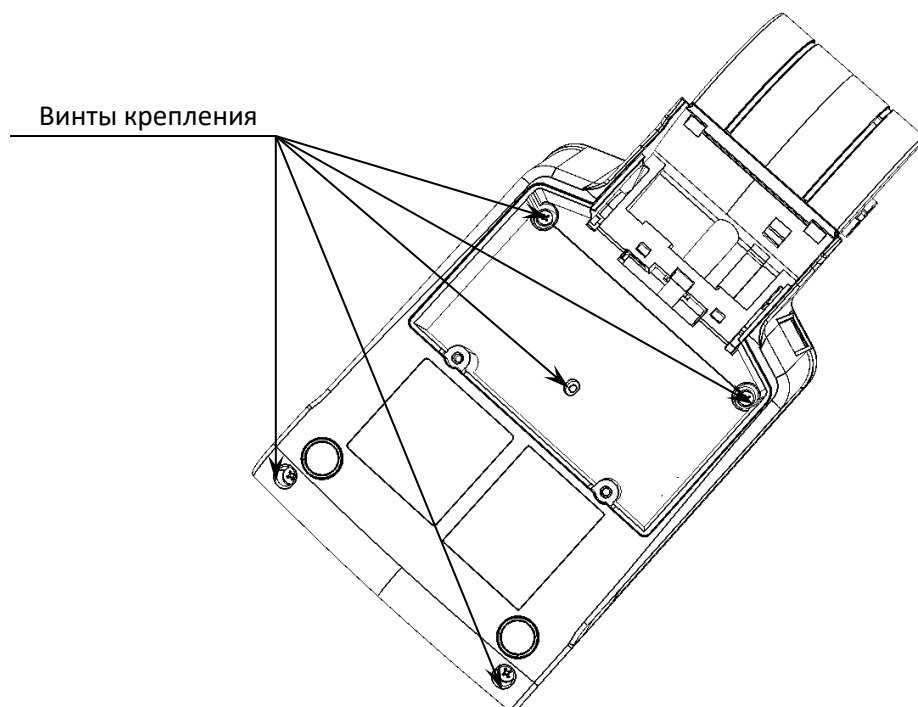
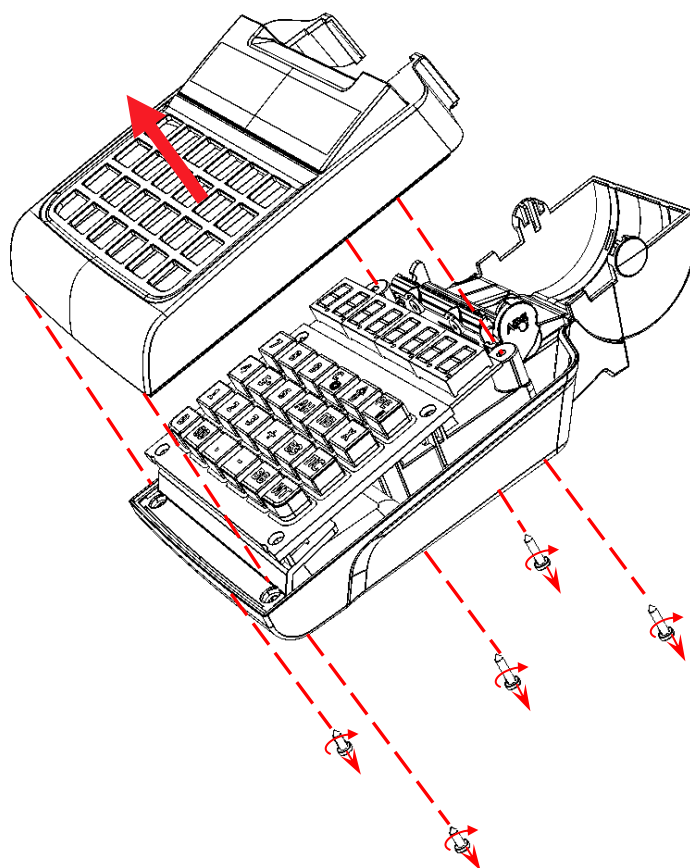

Рисунок 25. Расположение винтов крепления
Рисунок 26. Отделение верхней части корпуса изделия от его нижней части
- В случае если **АКБ во внутренней части корпуса**, то нужно выкрутить винты крепления нижней части к верхней части корпуса (рисунок 25 на странице 26). Отделить верхнюю часть корпуса от нижней части (рисунок 26 на странице 26). Освободить фиксатор АКБ из пазов.